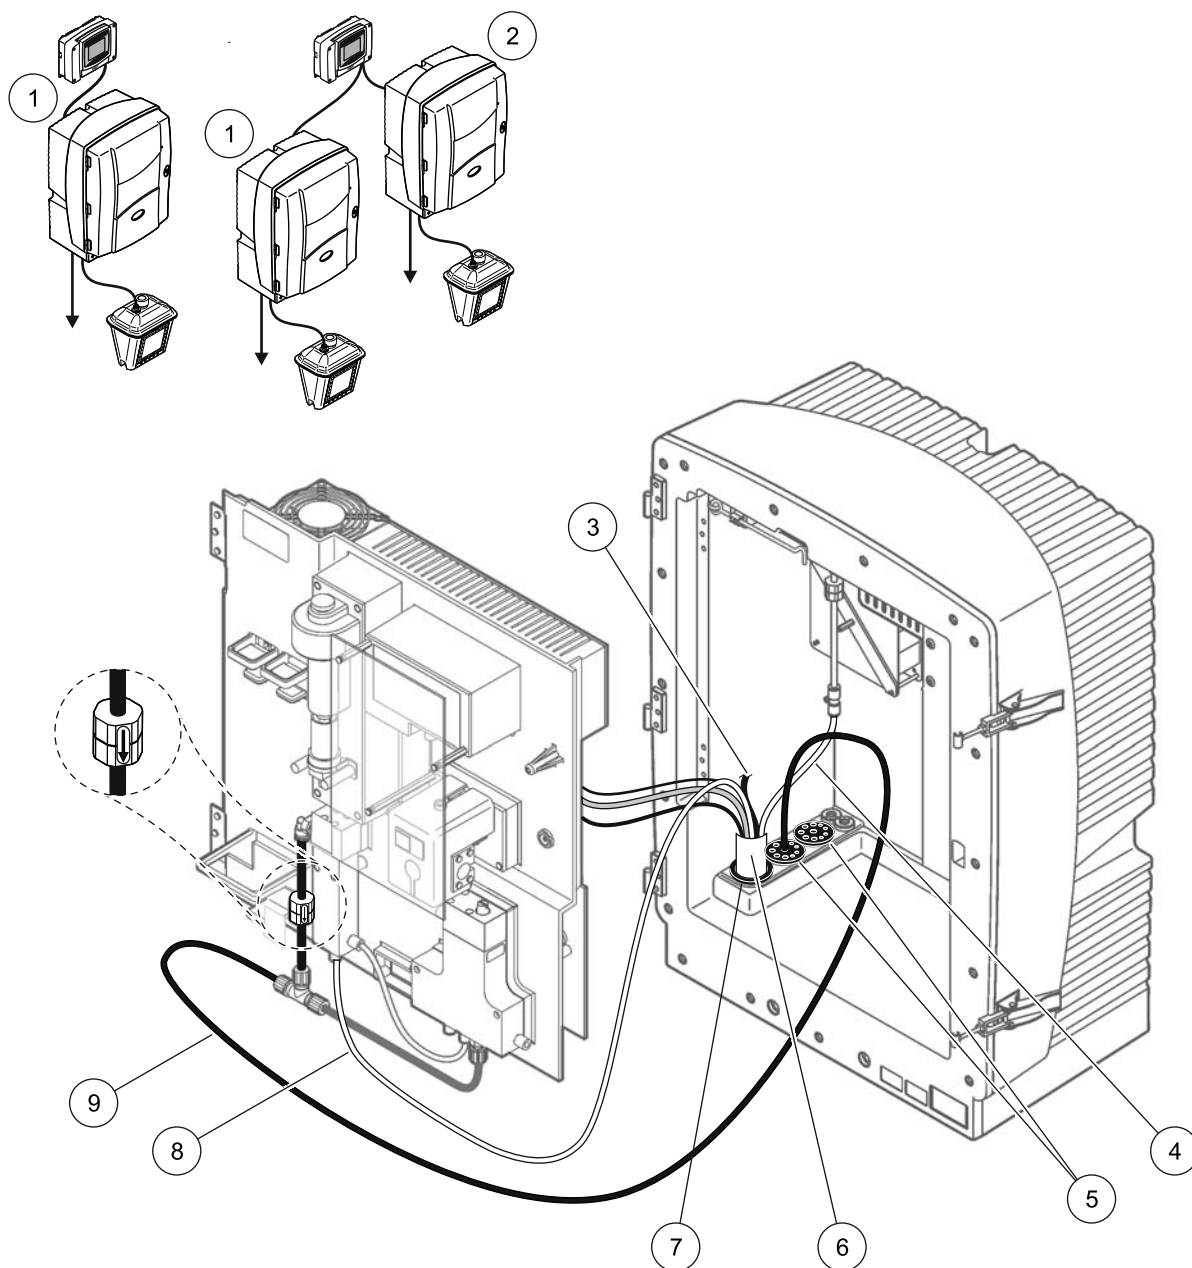

Рисунок 33 Монтаж версии 7
Для версии 7 смотрите Рисунок 33 и следующие инструкции:
2. Подсоедините шланг фильтра-пробоотборника sc (линии проб, электрокабели, дренажная трубка) через отверстие в анализаторе (Рисунок 33, позиция 6). Для фиксации используйте уплотняющую заглушку #2.